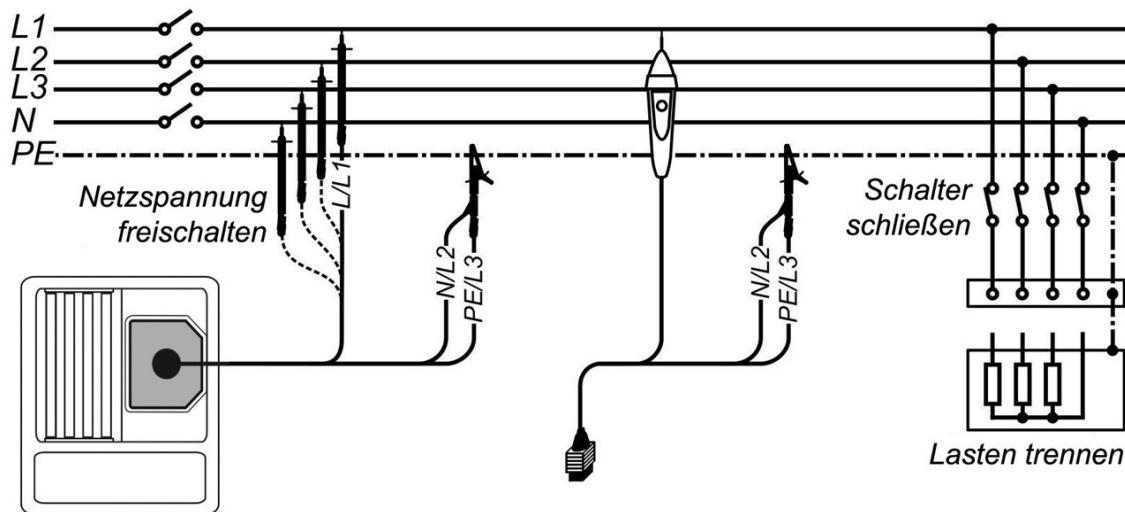

Abbildung 5.6: Anschluss der 3-Leiter-Prüfleitung und der optionalen Commander-Prüfspitze (044155)
- Kontaktieren Sie die Prüfleitungen an das Prüfobjekt (siehe Abbildung 5.6).